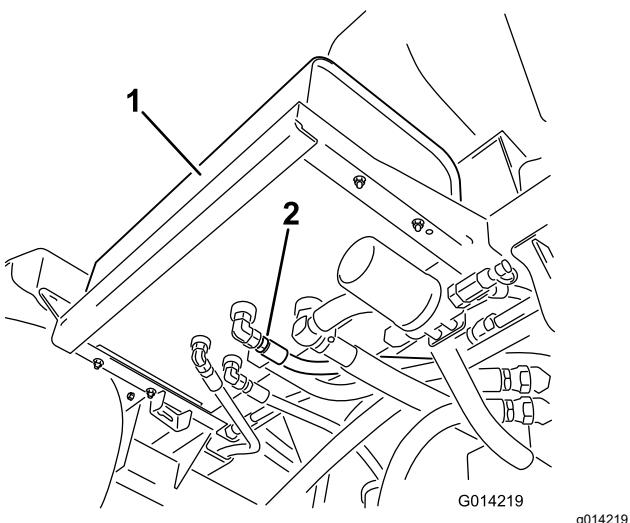

図 99
2. 油圧オイルタンクの底面についている油圧ホースフィッティングの周辺をきれいに拭く図 99。
4. ホースのフィッティングをタンクから外してオイルを容器に受ける図 99。